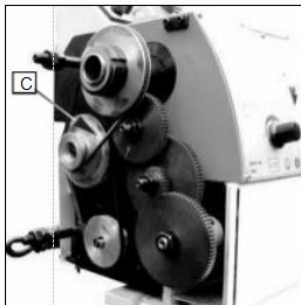

Fig. 16
2. Stel de V-snaar (C, Fig.16) overeenkomstige positie.